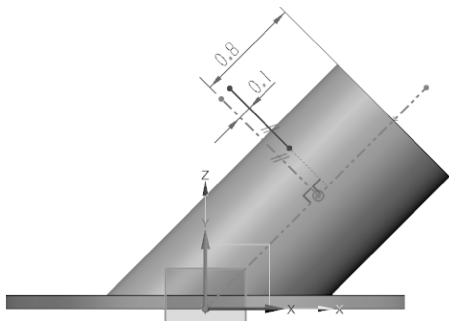

图 3-82 绘制草图
- 03 在草图环境中绘制如图 3-82 所示的草图，完成后单击【完成】按钮，退出草图环境。